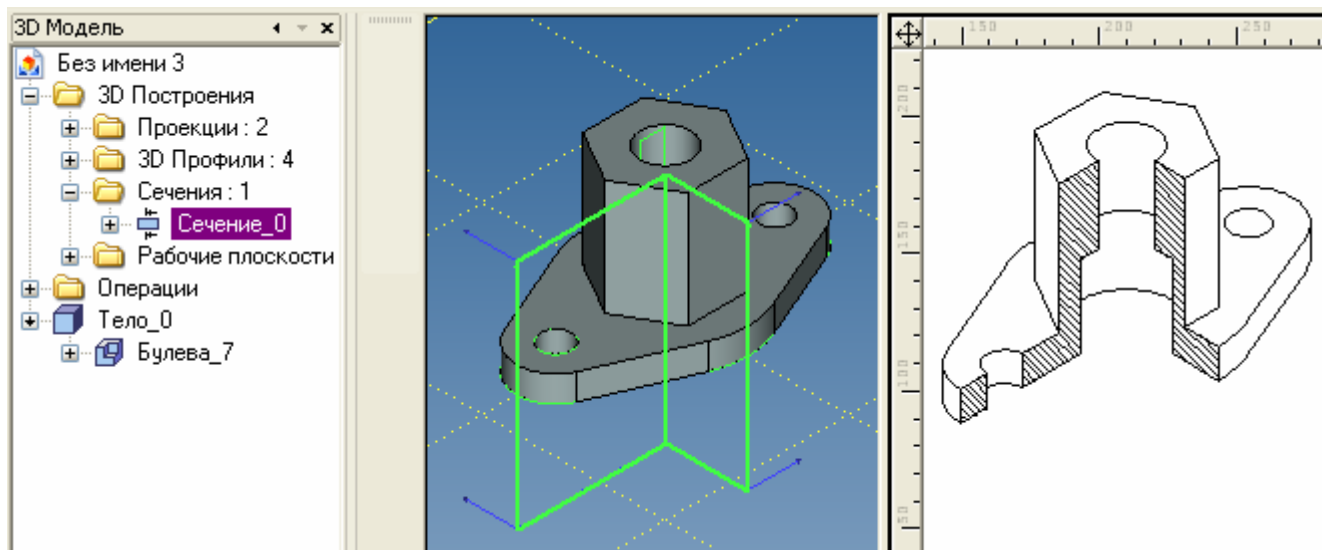

рис. 5
- Для создания изометрии с угловым вырезом необходимо создать в окне 3D сцены элемент построения – 3D сечение, соответствующее угловому вырезу (рис. 5),